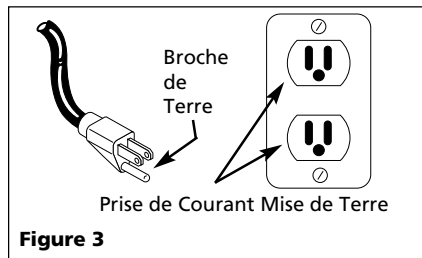

Figure 3
1. Ce produit est conçu pour l'utilisation d'un circuit de 120 volts et a une fiche de mise à la terre comme celle indiquée sur la Fig. 3. Assurer que le modèle est branché à une prise de courant qui a la même configuration que la fiche. Ne pas utiliser un adaptateur avec ce produit. Ce produit doit être mis à la terre. Dans l'événement d'un court-circuit, la mise à la terre diminue le risque de secousse électrique en fournissant un fil d'échappement pour le courant électrique. Ce produit est équipé avec un cordon qui a un fil de terre avec une fiche de terre. Le cordon doit être branché dans une prise de courant qui a été installée et mise à